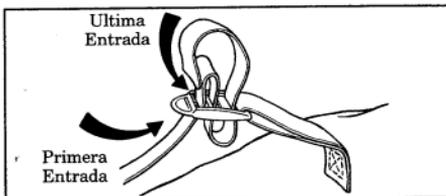

Figura 7
- Haga una curva en la correa y pásela cuidadosamente por la hebilla como se muestra en la Figura 7. Note la *primera entrada* y la *última entrada*, que ambas pasan por el mismo espacio en la hebilla.